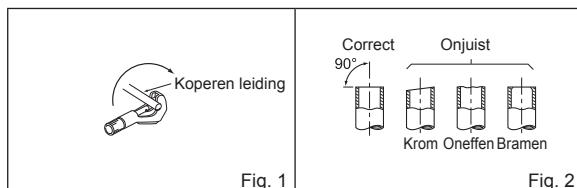

Fig. 1
- 1) Snijd de koperen leiding op de juiste wijze af met een pijpsnijder. (Fig. 1, 2)